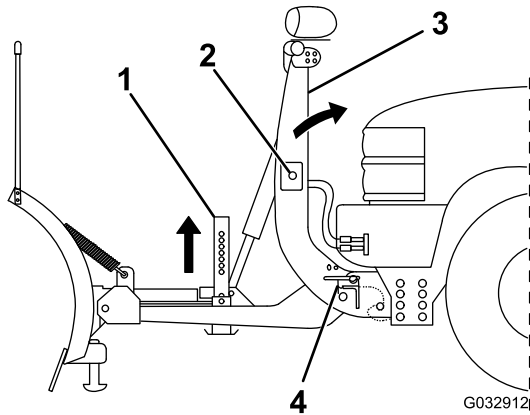

Figura 35
5. Mueva hacia arriba el interruptor SmartHitch2 del lateral de la torre de acoplamiento y eleve la torre hasta que los cerrojos con muelle del acoplamiento encajen en su sitio (Figura 35).
7. Tire hacia afuera del cerrojo con muelle de la pata de apoyo y levante la pata, luego suelte el cerrojo con muelle para sujetarla (Figura 35).